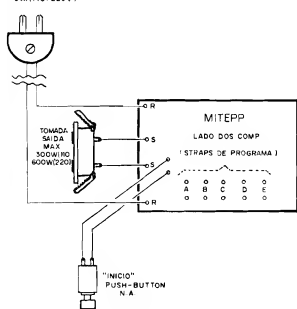

Fig. 4
- FIG. 7 - SUGESTÃO PARA ACABAMENTO... - Uma caixinha padronizada, plástica, modelo CF066 ("Patola"), originalmente criada para acomodar pequenas fontes ou "convertidores" de alimentação, poderá abrigar com "elegância" e eficiência o circuito do MITEPP... Esse container já vem dotado, na sua traseira, de um par de pinos com tamanhos e espaçamento padronizados para inserção direta às tomadas de C.A. da parede (esses pontos, então, substituirão o "rabicho" ligado aos pontos "R-R" da placa - fig. 4...). Na parte frontal da dita caixa pode ficar encaixada a tomada de saída, enquanto que no topo do conjunto pode ser instalado o push-button de "início"... O dispositivo resultará compacto e muito funcional...